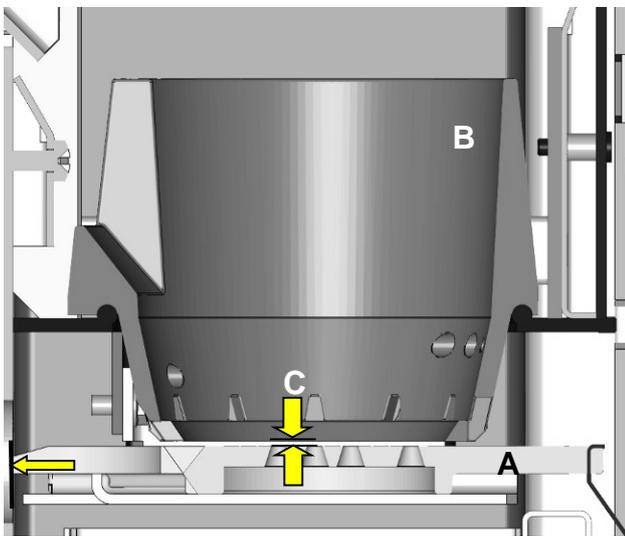

Fig. 18 : coupe grille et pot brûleur
1. Enfoncez toujours la grille en fonte (Fig. 18 partie A) jusqu'à la butée (sans forcer, côté plat vers le haut !), de sorte que la porte ferme correctement.
3. Le bord de la grille en fonte (partie B) doit s'adapter au bord du pot brûleur. Un espace vertical de 1 mm maximum doit être respecté entre la grille en fonte et le pot brûleur Fig. 18 (C).